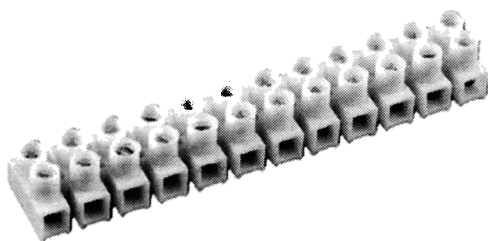

Рис. 2.19. Клеммная колодка
**Клеммная колодка** — очень удобный вариант соединения проводов, особенно когда их много. Состоит из пластикового корпуса с находящимися внутри медными винтовыми контактами (рис. 2.19). Колодка может состоять из 12 или больше пар соединения. Если нужно меньшее количество, лишние просто отрезаются ножом.